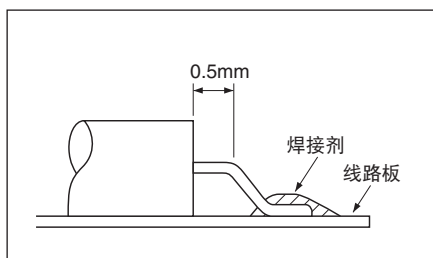
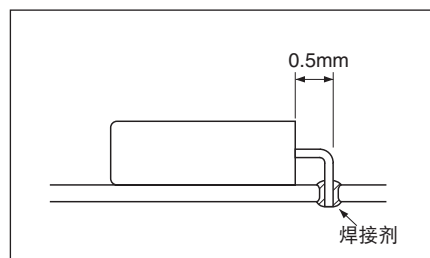

图5
图6
- (1) 将导脚弯曲之后并进行焊接时,导脚上要留下离外壳0.5mm的直线部位。如果不留出导脚的直线部位而将导脚弯曲,有可能导致玻璃的破碎(参阅图5 和图6)。